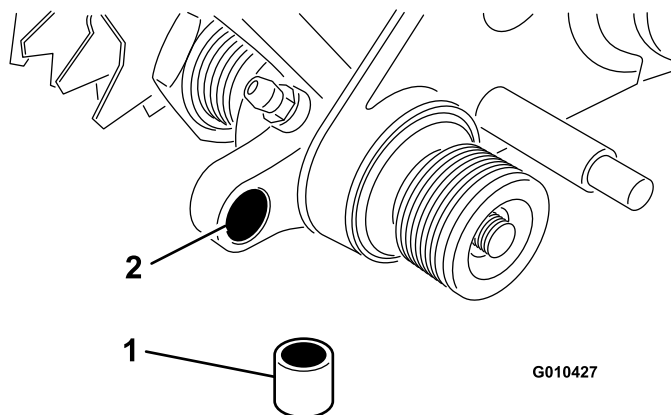

Figure 13
5. Insérez une douille dans le trou de l'entraînement gauche (Figure 13).